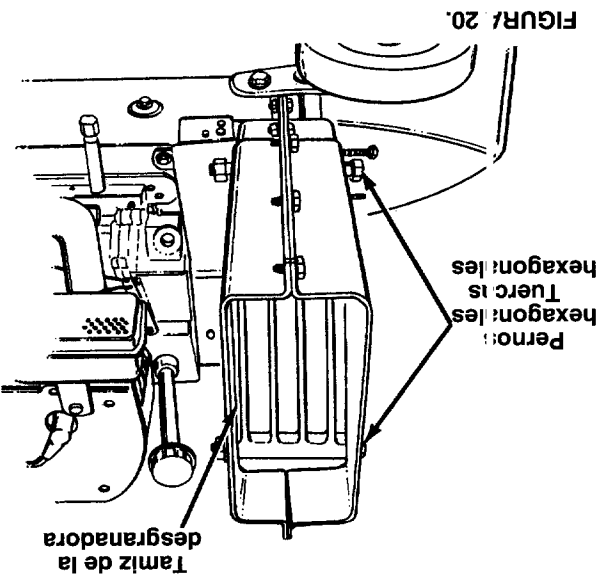

FIGURA 20.
- Retire los dos pernos hexagonales y tuercas hexagonales que se prolongan a través de la armadura. Levante el tamiz de la desgranadora desde adentro de la armadura. Vea la figura 20.
NOTA: asegúrese de rearmar el tamiz de la desgranadora con el tallo curvo hacia abajo según se muestra en la figura 20.